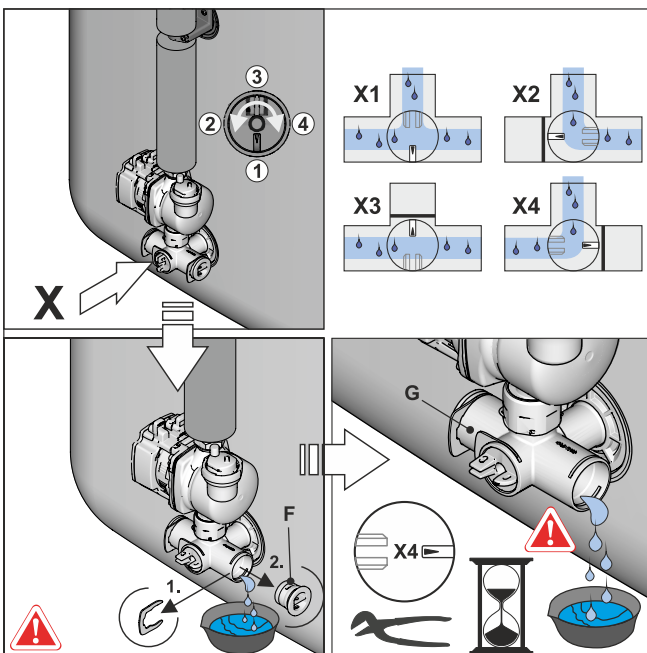

Bild 79-5 Spärrning av ventilinsatsen, borttagning av blindpluggen från anslutningsvinkeln
- 5 Ställ in ventilinsatsen på anslutningsvinkeln så att vägen till avloppsslangen öppnas (se även Bild 79-5) och tappa ut vattnet från ackumulatortanken.